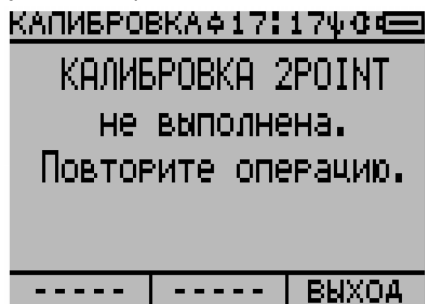

Рисунок 2.86
13) Если процедура калибровки не будет выполнена успешно, то на экране дисплея появится следующее сообщение: **«КАЛИБРОВКА 1POINT не выполнена. Повторите операцию.»** (рисунок 2.86). Проверить настройки, повторить процедуру сначала.